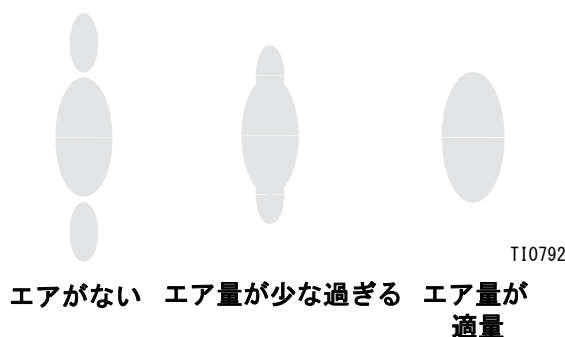

図 11: 正しいスプレーパターン
4. 噴霧化エアをオンにして、エア圧を約 70kPa (0.7bar、10psi) に設定します。スプレーパターンを確認し、尾部が完全に噴霧化されて、スプレーパターンに引き込まれるまでエア圧を調整します。図 11 を参照してください。ガンに対するエア圧は 0.7 MPa (7 bar、100 psi) を越さないでください。